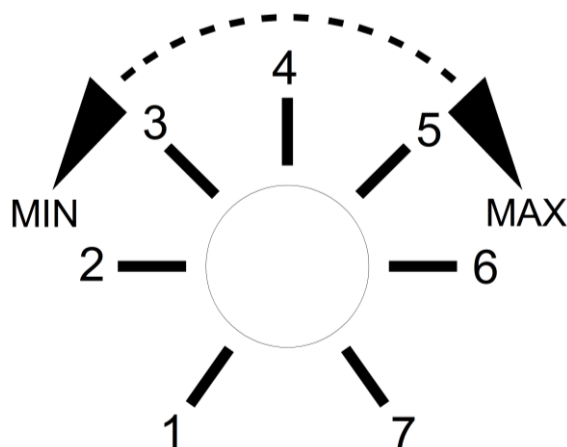

Рис. 6 Схема настройки термостата.
В случае переполнения бункера Б-300 или Б-400 льдом необходимо провести настройку термостата, находящегося в задней части льдогенератора. Настройку производить путём поворота ручки термостата против часовой стрелки. (Рис. 6)
ж) проверка на предмет засорения фильтра подачи воды на заполнение ванны, расположенного на входе подачи воды (рис. 6). Периодичность чистки фильтра не реже одного раза в два месяца. Для чего необходимо:
- снять фильтр ванны, открутив предварительно гайку корпуса фильтра (рис. 6);